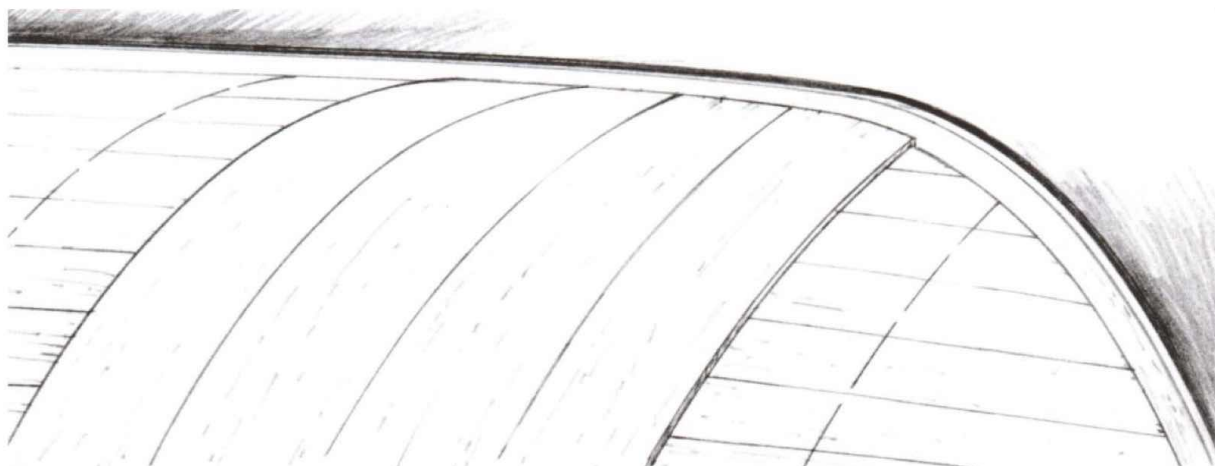

Рисунок 5-21 Приклейте первый слой под таким углом, который позволит шпону ложиться плотно на поверхности
2. Приклейте первый слой шпона примерно по центру корпуса. Применяйте метод одноэтапного склеивания (Раздел 8.4.2), используя эпоксидную смолу с наполнителем 403. С помощью скоб закрепите шпон так, чтобы он плотно ложился к корпусу диагонально, под углом 35° (Рис. 5-21). Регулируйте угол так, чтобы шпон плотно ложился к корпусу по всей длине.